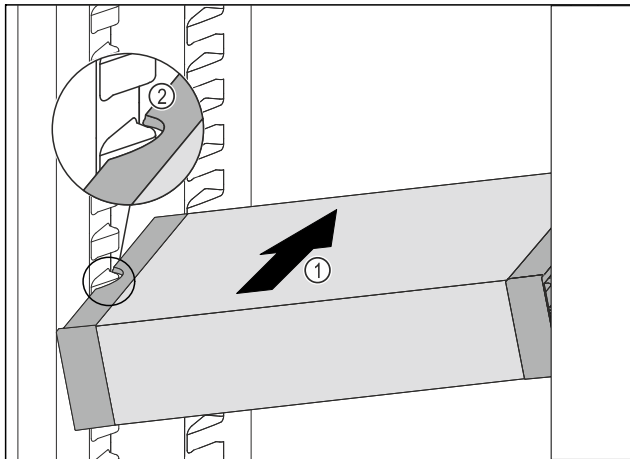

Fig. 112
- ▶ VarioSafe schuin in het koelgedeelte schuiven Fig. 112 (1), tot de uitsparingen aan de zijkant Fig. 112 (2) van de VarioSafe op de hoogte van de rib in het koelgedeelte zitten.